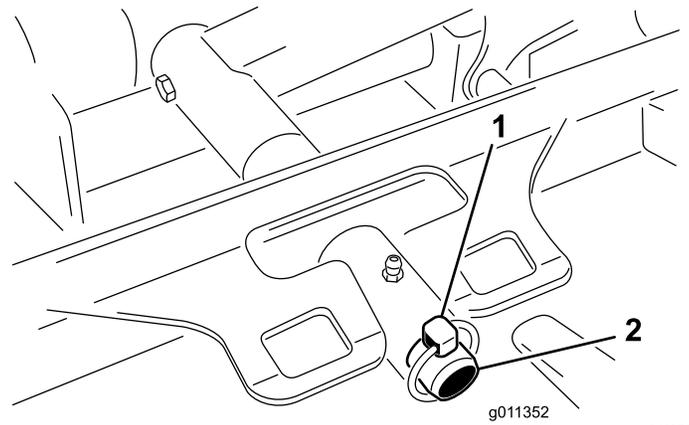

Рисунок 120
3. Снимите штифт с кольцом (на машинах Groundsmaster 4500) или крепежную гайку (на машинах Groundsmaster 4700), с помощью которых несущая рама режущего блока крепится к оси поворота подъемного рычага (Рисунок 120).
2. Наденьте несущую раму режущего блока на ось поворота подъемного рычага (Рисунок 120). Закрепите режущий блок на оси с помощью штифта с кольцом (на машинах Groundsmaster 4500) или крепежной гайки (на машинах Groundsmaster 4700).